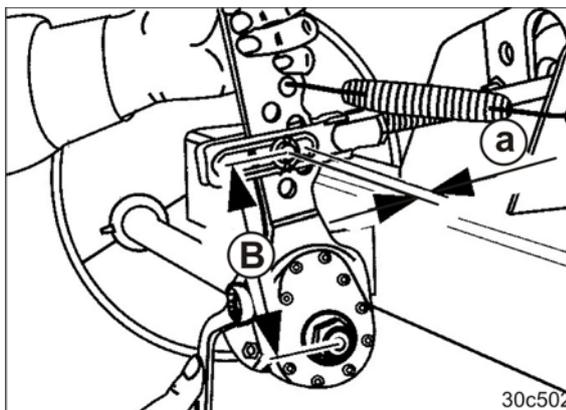

Fig. 338
1. Den Gestängesteller von Hand (Fig. 338) in Druckrichtung betätigen.
2. Den Leerweg (Fig. 338/a) der Langhub-Membranzylinder-Druckstange messen.
Der Leerweg (Fig. 338/a) darf maximal 35 mm betragen.
Den Leerweg (Fig. 338/a) auf 10-12% der Bremshebellänge (Fig. 338/B) einstellen.